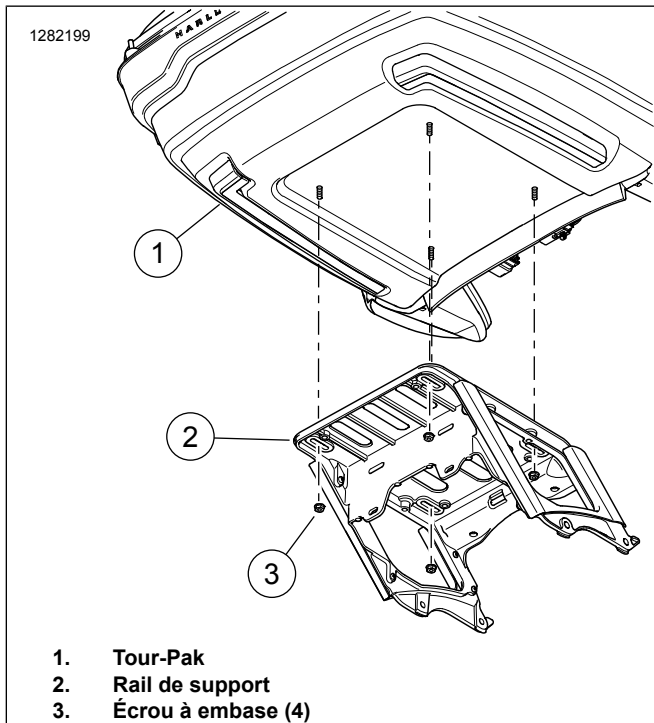

Figure 3. Support du Tour-Pak
- b. Consultez Figure 3 . Retirer les écrous à embase (3) qui fixent le Tour-Pak au rail de support.